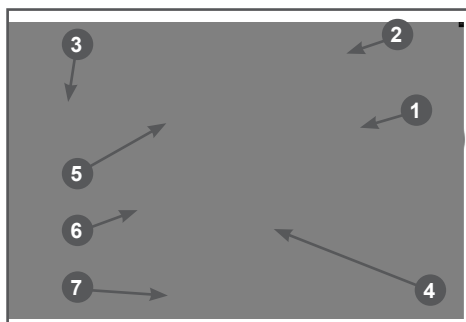

Рис. 12 Основные элементы зарядного устройства
Основные элементы зарядного устройства показаны на Рис. 12.
- если красный световой индикатор (Рис. 12 п. 5) зарядки не горит, то извлеките аккумулятор и вставьте его снова. Убедитесь в том, что аккумулятор плотно вставлен в отсек;
- красный световой индикатор (Рис. 12 п. 5) показывает, что аккумулятор заряжается нормально;
- зелёный световой индикатор (Рис. 12 п. 7) показывает, что аккумулятор полностью заряжен.
- мигающий красный световой индикатор (Рис. 12 п. 5) показывает, что аккумулятор либо слишком
- мигающие красный/зеленый световой индикаторы (Рис. 12 п. 5 и 7) указывают на то, что аккумуляторная батарея неисправна (не будет заряжаться) и подлежит замене.